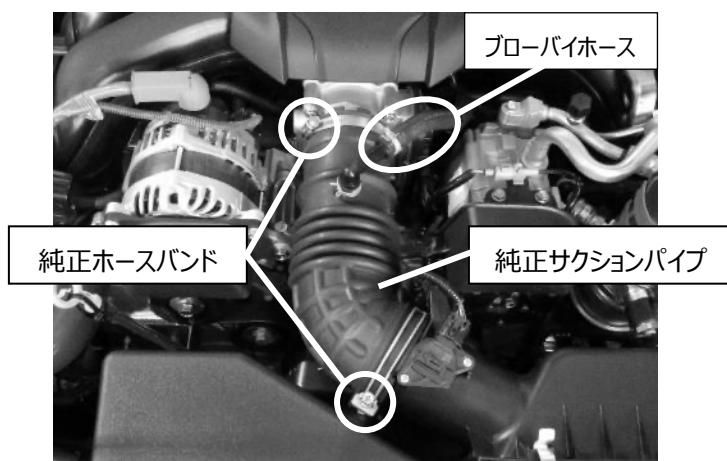

図 1
- 2) 純正ブローバイホースバンド 1 ケ所を緩めてブローバイホースを切り離します。(図 1)
- 3) 純正ホースバンド 2 ケ所を緩め、純正サクションパイプを取り外します。(図 1)